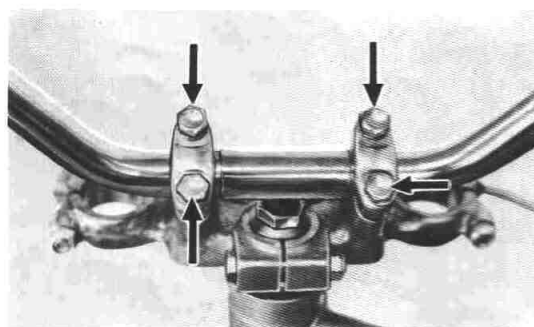

Fig. 5-8-2
7. Remove handlebars and put aside. (Fig. 5-8-2)
7. Enlevez le guidon et placez-le de côté. (Fig. 5-8-2)